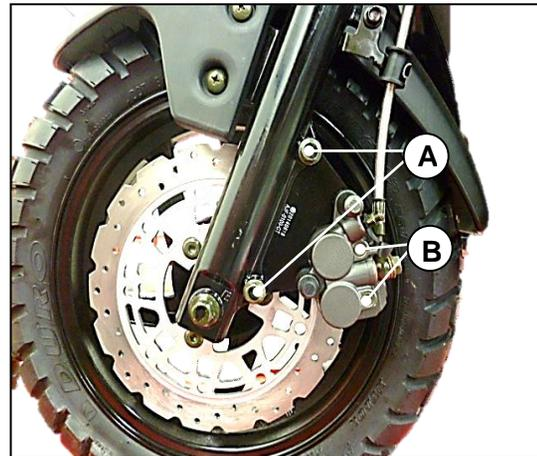

Fig. 4.1
Afloje los tornillos de sujeción del caliper (A) y los pasadores de las pastillas (B). Fig. 4.1